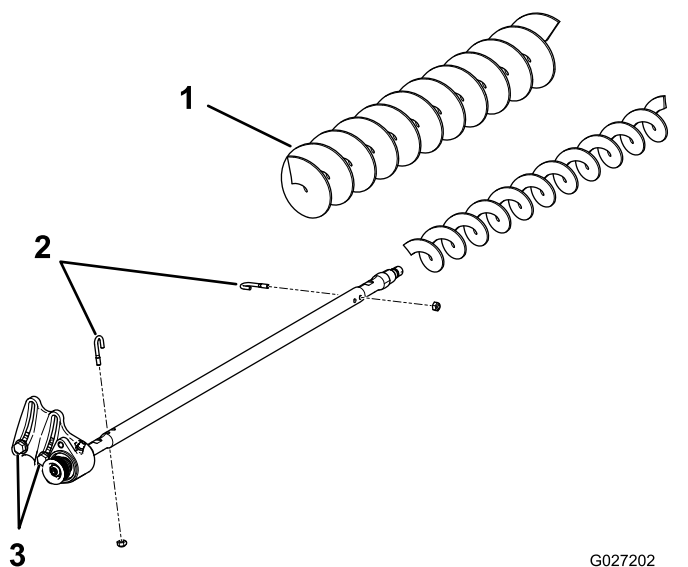

Figure 21
3. Enlevez les 2 boulons en J et écrous (Figure 21).
4. Faites glisser la brosse existante pour la déposer de l'arbre (Figure 21).
5. Desserrez les 2 boulons, rondelles et écrous qui fixent le logement de roulement d'entraînement à son support (Figure 21).
6. Glissez la brosse pour grande hauteur de coupe sur l'arbre (Figure 21).
7. Fixez la brosse sur l'arbre avec les 2 boulons en J retirés précédemment (Figure 21).